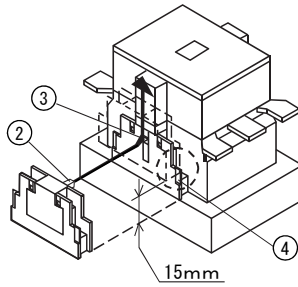

Fig. 2
- 请将辅助触头单元的突出部②与交流接触器上的导向孔③对齐，然后将其推移滑动 15mm 左右，使辅助触头单元正好卡装于交流接触器的沟槽④内。(Fig. 2)
- Put the projection ② of auxiliary contact unit into the dent ③ of contactor. Slide the auxiliary contact unit about 15mm, and the auxiliary contact unit will be fit into the groove ④ of contactor. (Fig.2)
- 補助接点ユニットの突起部②を電磁接触器のガイド穴③に合わせ、15mm 程度スライドさせて補助接点ユニットを電磁接触器の溝④にはめ合わせてください。(Fig. 2)